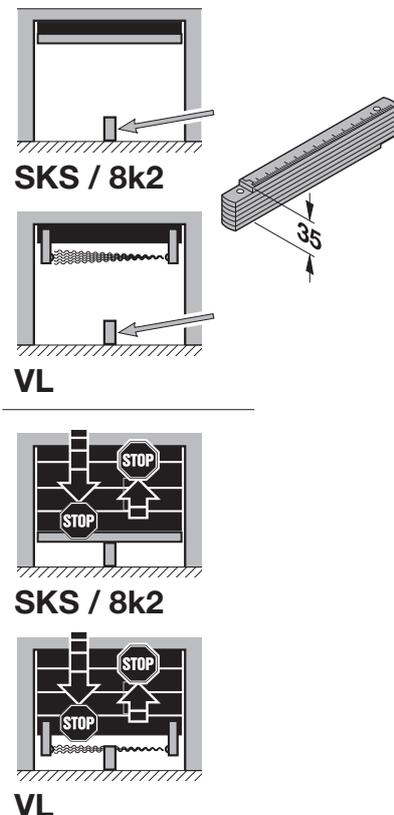

Abb. 6-18: Manuelles Einstellen der Reversiergrenze
- In der Tormitte den Prüfkörper platzieren (siehe Abb. 6-18).